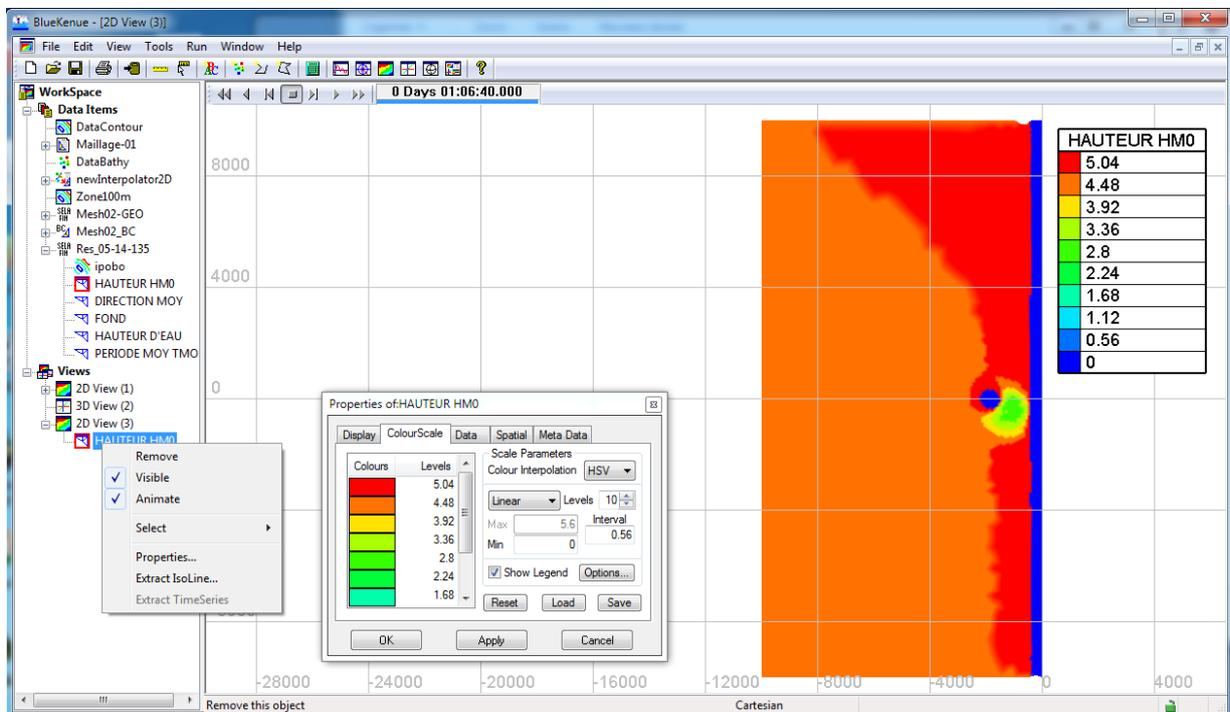

FIGURE 1.18 – Affichage en mode surface
- Cliquez sur les flèches de la barre d’outils d’animation pour visualiser l’animation. (Fig.1.18).
- Toujours dans *Proprietes*, sélectionnez l’onglet **COLOURSCALE**, cliquez sur **SHOW LEGEND**, puis sur le bouton **APPLY**, afin d’afficher la légende des couleurs. (Fig.1.18).